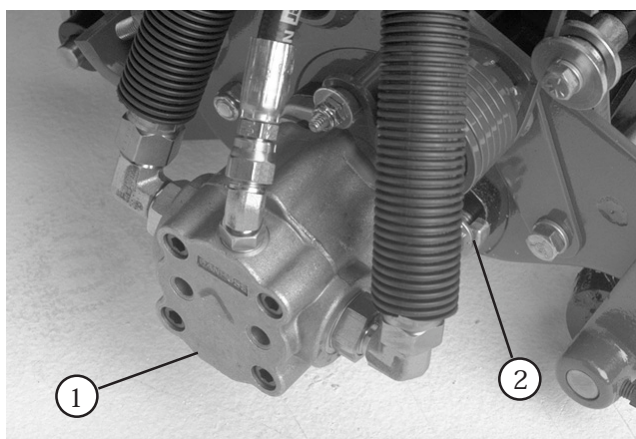

図9
7. リールモータを固定するための取り付けナットを各Cuttingユニットに装着する(図9)。ねじ山が12 mm程度突き出るようにする。